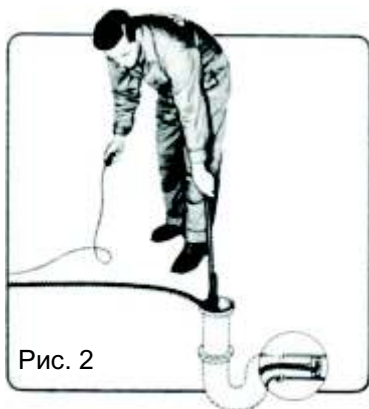

Рис. 2
8. Если трап находится сразу за местом входа в трубопровод, используйте устройство держания спирали при работе с трапами. Устройство SC-13 идет в комплекте. (См. рис. 2)